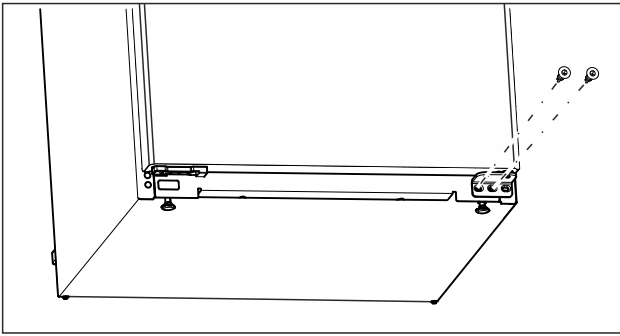

Fig. 12
- Am unteren Lagerbock die mittlere Schraube mit Schraubendreher Torx 20 herausdrehen. (siehe Fig. 12)
- Am unteren Lagerbock die innere Schraube mit Schraubendreher Torx 20 herausdrehen. (siehe Fig. 12)